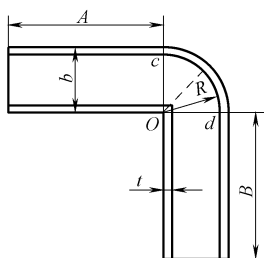

图 2-15
3. 图 2-15 所示为槽钢直角平弯, 试划出其切口 (只划出切口即可)。